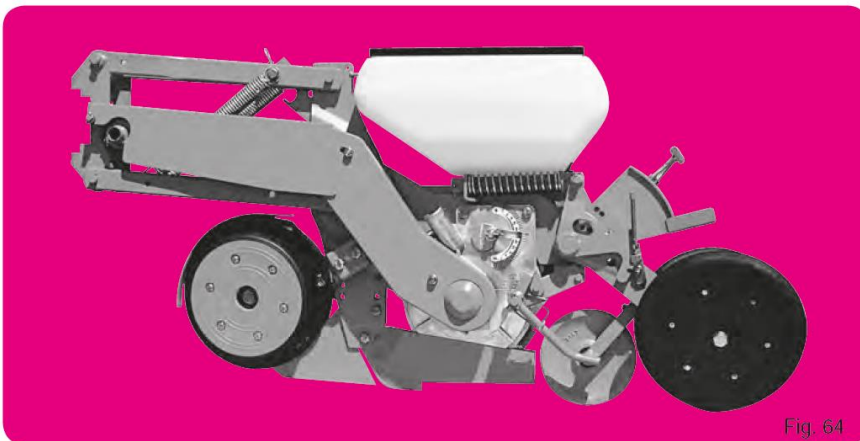

Fig. 64
- Podwójny krój tarczowy przedni (fig. 64)